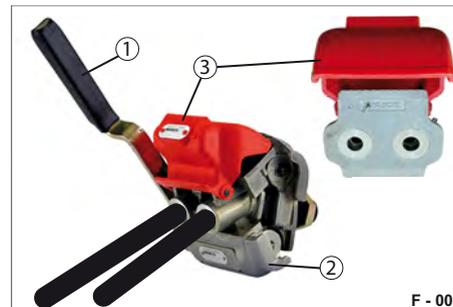

Abb. 9 Duo-Matic, abgekuppelt
- ▶ Ziehen Sie den Handgriff (Abb. 9/1) der Duo-Matic Schnellkupplungsdose nach oben und ziehen Sie den Kupplungskopf (Abb. 9/3) unter dem Schutzdeckel hervor. Die Verbindung ist getrennt. Der Verschlussdeckel schließt den Kupplungskopf automatisch und schützt diese gegen Verschmutzung und Beschädigung.